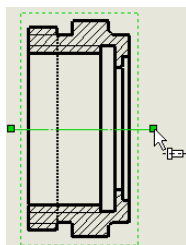

图 14-107 调节中心线长度后的视图
③ 调节中心线长度。单击添加的中心线,然后拖动中心线的端点,将其调节到合适的长度,结果如图 14-107 所示。